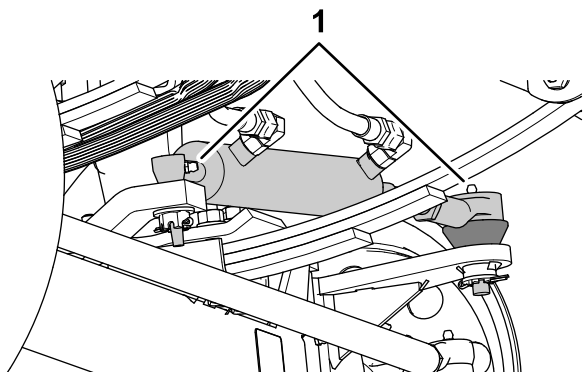
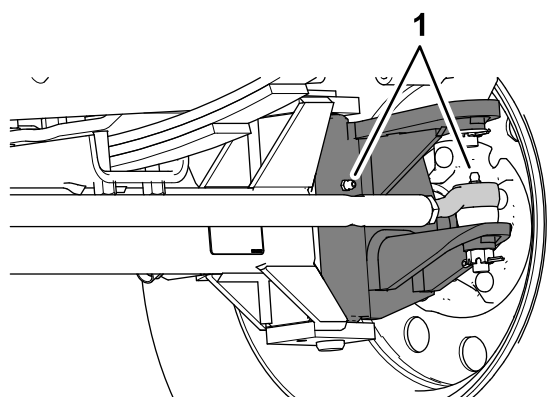

Figure 68
Figure 69
- Essuyez les graisseurs (Figure 68 et Figure 69).
- Injectez de la graisse dans les graisseurs (Figure 68 et Figure 69).
Remarque: Les emplacements des graisseurs sont illustrés à la Figure 68.